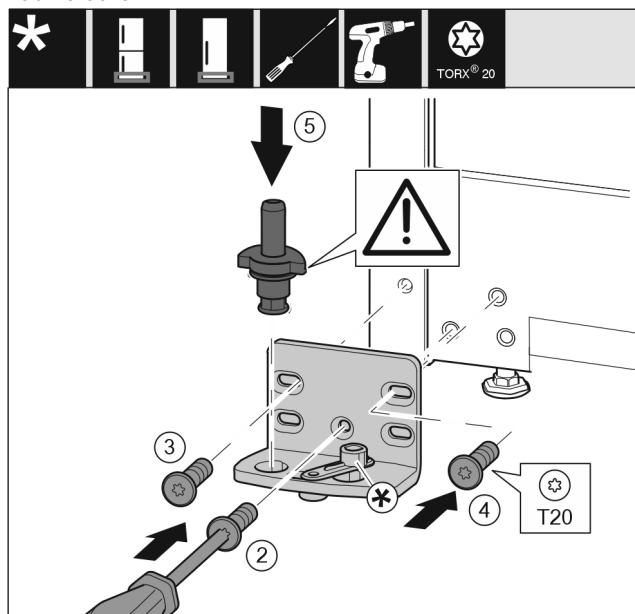

Fig. 16
- Placer le support de palier de l'autre côté et le visser avec un tournevis. Commencer par la vis Fig. 16 (2) en bas au milieu.
- Serrer la vis Fig. 16 (3) et la vis Fig. 16 (4).
- Insérer complètement l'axe de palier Fig. 16 (5). Veiller à ce que l'ergot soit orienté vers l'arrière.